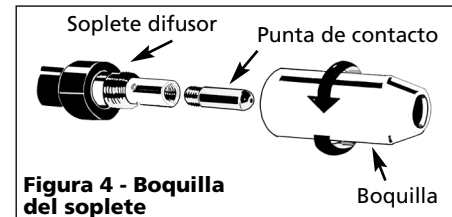

Figura 4 - Boquilla del soplete
de las agujas del reloj mientras la empuja hacia el soplete (Ver Figura 4). Corte el cable aproximadamente 1/4 de pulgada del extremo de la boquilla.
7. Retire la boquilla girando en contrario el sentido de las agujas del reloj. Luego desenrosque la punta de contacto del extremo del soplete soldador (Ver Figura 4). Enchufe la soldadora en un receptáculo de suministro de energía correcto.